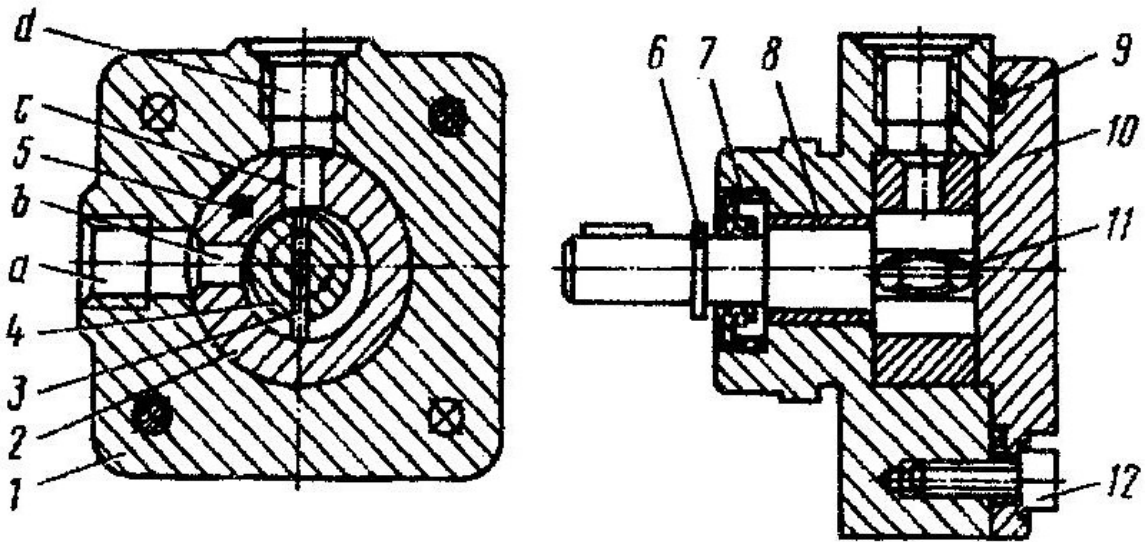
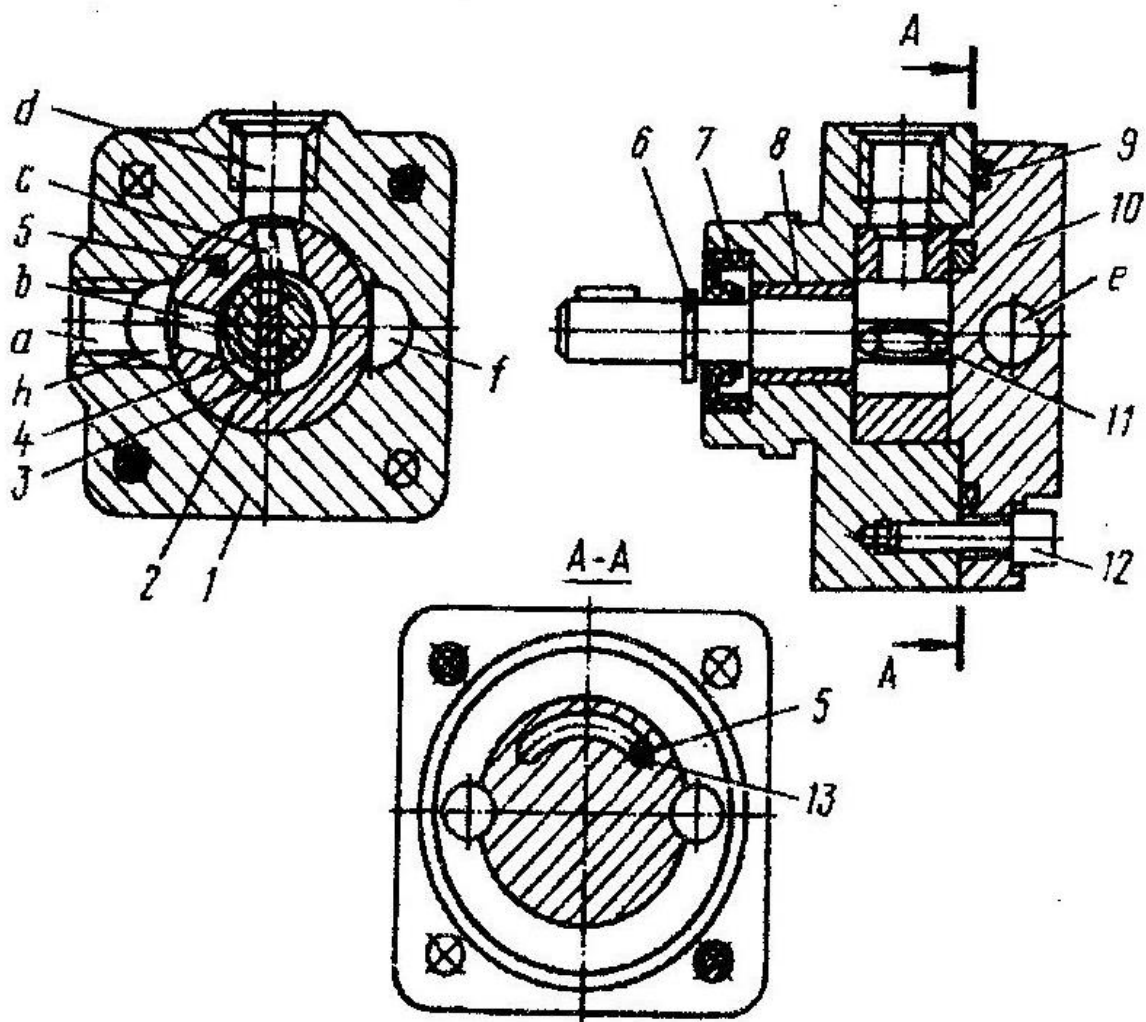

Рис. 2. Насос пластинчатый для смазки типа С12-5М:
Рис. 3. Насос пластинчатый реверсивный для смазки СИ2-4М:
5.1. Устройство насоса С12-5М показано на рис.2, насоса С12-4М на рис.3. В чугунном корпусе расположен статор с эксцентричным отверстием. В бронзовой втулке, запрессованной в корпусе, вращается
5.3. На рис.3 показан насос С12-4М с правым направлением вращения вала. В этом случае насос работает аналогично насосу С12-5М, т.е. масло всасывается через отверстие a в корпусе, отверстие b в статоре и нагнетается через отверстие c в статоре и отверстие d в корпусе.